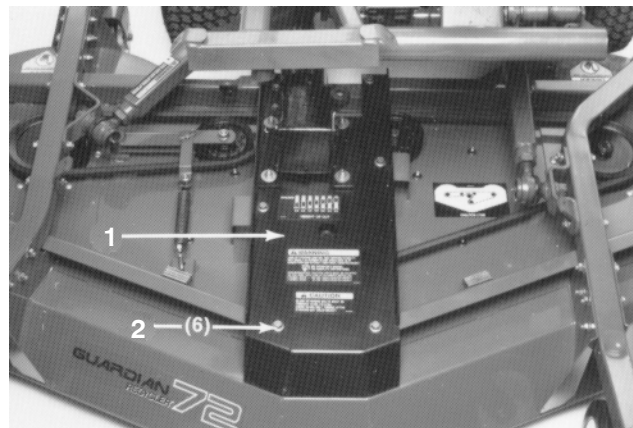

Bild 22
3. Nehmen Sie die Kopfschrauben und Muttern ab, mit denen die Getriebeplatte an den Mähwerkkanälen befestigt ist (Bild 22). Heben Sie die Getriebeplatte und das Getriebe von den Mähwerkkanälen und legen Sie sie auf das Mähwerk.